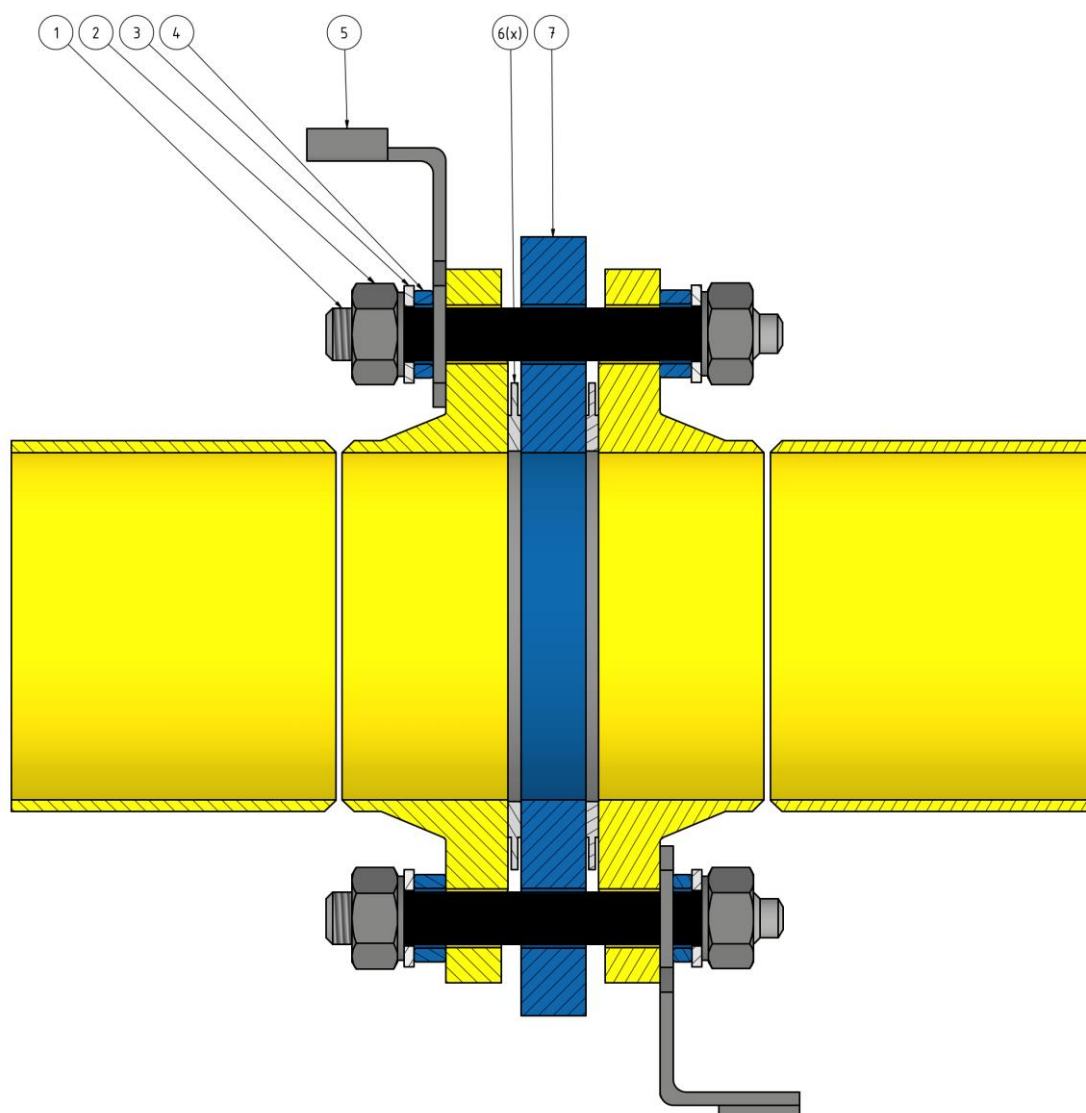

Abbildung 2 Schnittdarstellung
-Die Kabellaschen müssen an zwei unterschiedliche Bolzen angebracht werden um die Isolierung zu gewährleisten, siehe Abbildung 2. Wenn die Kabellaschen auf einem Bolzen montiert werden sollen muss es bei der Bestellung angegeben werden.
Ersatzteilzeichnung (siehe Abb. 2 auf Seite 6), alle mit x gegenzeichneten Bauteile müssen bei einer Wiedermontage durch neue ersetzt werden.